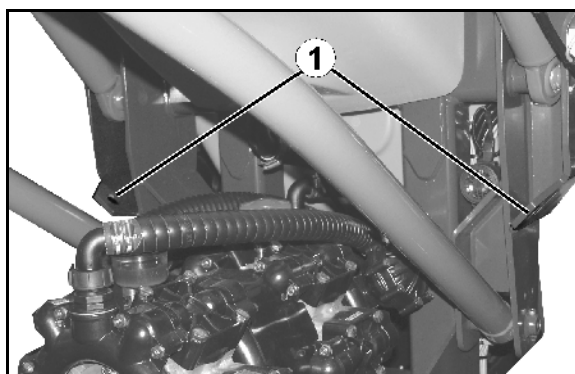

Рис. 4
- 2 точки крепления сзади (Рис. 4/1)